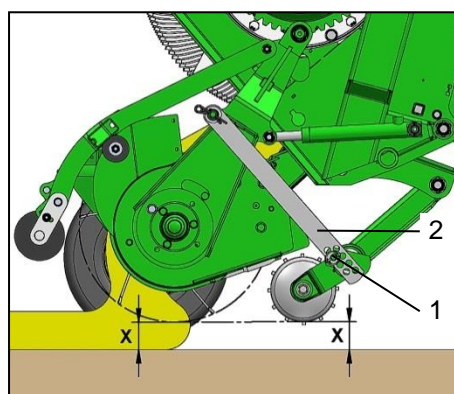

Bild 23: Tastrolle
- Entfernen Sie die Federvorstecker (Bild 23 / Pos.1) zum Sichern der Koppelstange (Bild 23 / Pos.2) auf beiden Seiten des Tastrollen-Rahmens.
- Lösen Sie auf einer Seite die Koppelstange (Bild 23 / Pos.2) vom Aufnahmebolzen.
- Halten Sie den Tastrollenrahmen hoch und lösen Sie die Koppelstange (Bild 23 / Pos.2) auf der anderen Seite vom Aufnahmebolzen.
- Verstellen Sie die Höhe der Tastrolle wie gewünscht und hängen Sie die Koppelstange (Bild 23 / Pos.2) in die jeweilige Bohrung an den Aufnahmebolzen ein.
- Hängen Sie die Koppelstange (Bild 23 / Pos.2) auf der anderen Seite in die jeweilige Bohrung an den Aufnahmebolzen ein.
- Sichern Sie die Koppelstange (Bild 23 / Pos.2) mit dem Federstecker (Bild 23 / Pos.1).